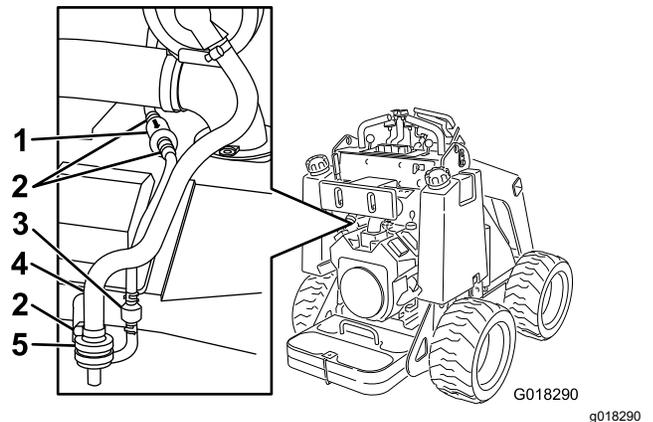

Рисунок 23
- Ослабьте шланговый хомут над воздушным фильтром с угольным элементом (Рисунок 23).
- Снимите и удалите в отходы воздушный фильтр (Рисунок 23).
- Установите новый фильтр в шланг и зафиксируйте его шланговым хомутом (Рисунок 23).
3. Переместите шланговые хомуты пружинного типа с обеих сторон фильтра линии продувки с угольным элементом в стороны от фильтра (Рисунок 23).
4. Снимите и удалите в отходы фильтр линии продувки (Рисунок 23).
5. Установите новый фильтр в шланг так, чтобы стрелка на фильтре была направлена в сторону обратного клапана, и зафиксируйте его шланговыми хомутами (Рисунок 23).